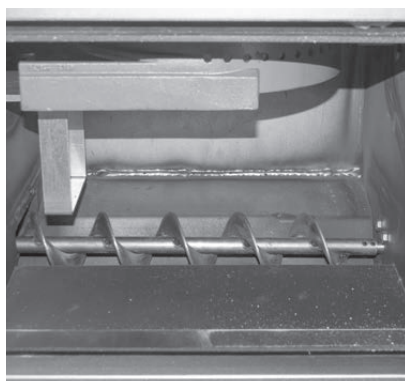

Fig. 68 Cendrier
- ▶ Ouvrir la porte de la jaquette et la porte du cendrier – Fig. 68.